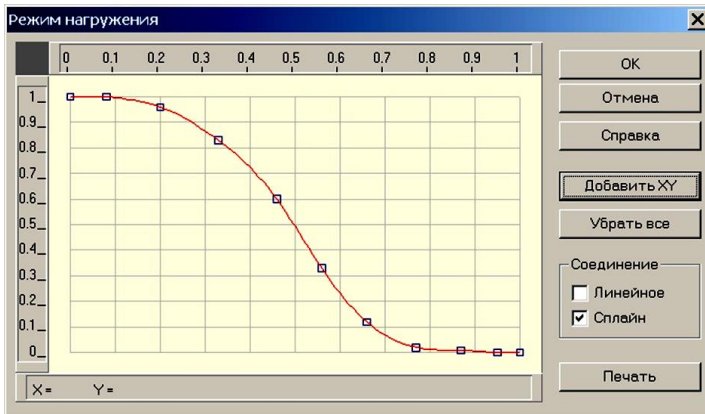

Рис. 2
5. *Задание графика режима работы.* После закрытия диалоговых окон с данными (основными и дополнительными) откроется диалоговое окно «*Режим нагружения*» (рис. 2). В плоскости этого окна вводим координаты точек графика режима работы, а затем выбираем тип их соединения, в данном случае «*Слайн*».